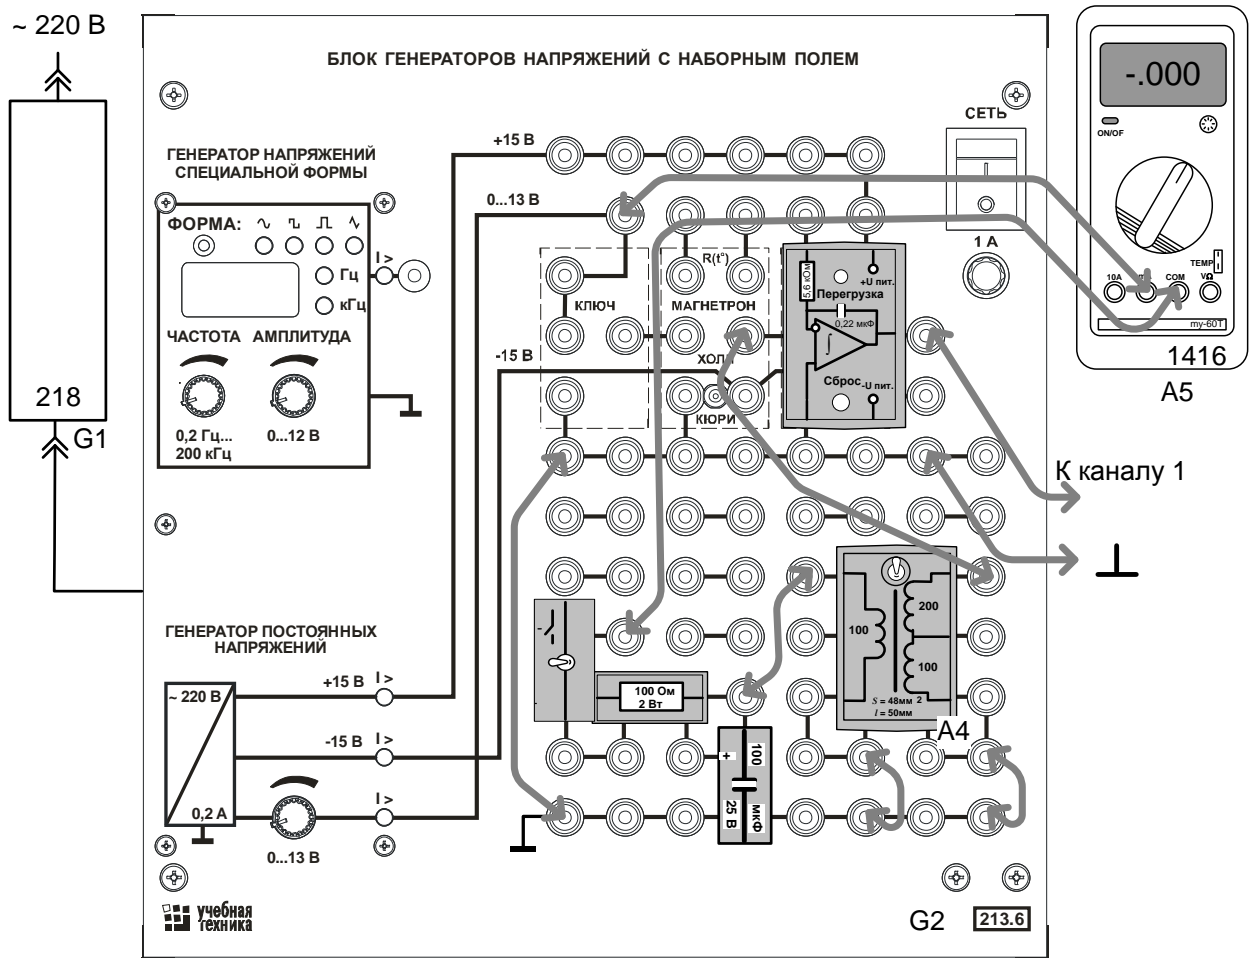

Рис. 4.3.2 Монтажная схема для снятия начальной кривой намагничивания
Цепь собирается на наборном поле блока генераторов напряжений как показано на монтажной схеме (рис. 4.3.2). Причём, миниблок «Интегратор» устанавливается в наборную панель точно на отведённое для его место. Тогда к интегратору автоматически подводятся напряжения питания «+» и «-» 15 В.
- Соедините аппаратуру в соответствии со схемой электрической соединений (рис. 4.3.2). *При подключении осциллографа аттенюаторы пробника-делителя установите в положение $\times 1$. Для подключения пробника-делителя к цепи используйте подпружиненные штыри из комплекта аксессуаров.*